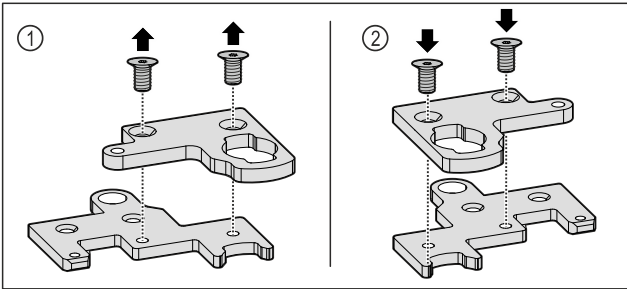

Fig. 35
- ▶ Desmontar el ángulo de bisagra de dos piezas. Fig. 35 (1)
- ▶ Volver a montar el ángulo de bisagra de dos piezas girado 180°. Fig. 35 (2)